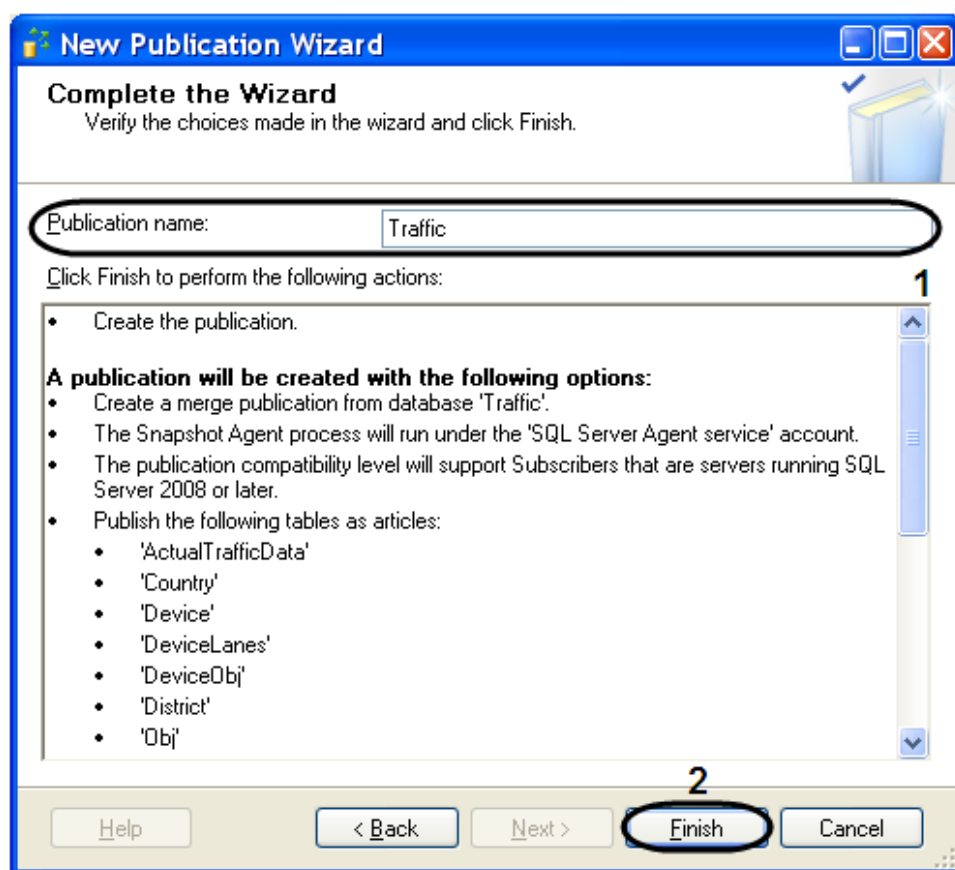

Рис. 11.3—10. Имя и описание публикации
- 10.18. В открывшемся окне «Creating Publication» отобразится процесс выполнения задач при создании новой публикации (Рис. 11.3—11).